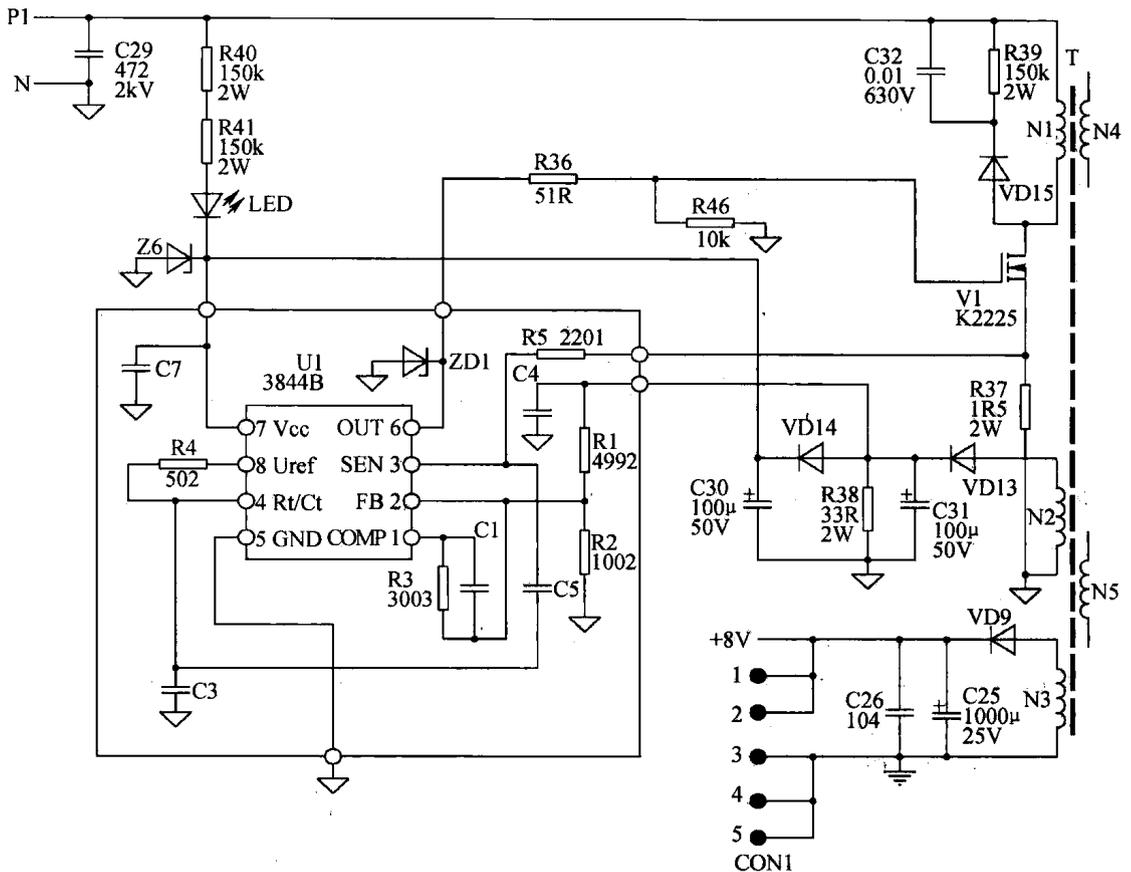

图 1-3 变频器的开关电源电路例图
#### (1) 变频器的开关电源电路例图（见图 1-3）
一种为图 1-3 所示的类型，将 3844B 振荡芯片与外围元件做成一个单元电路，一般全是贴片元件做的，体积很小的一块电路板。此类电路，或画出内部电路，如图 1-3 所示；或省略内电路，只画出一个引脚框图。这部分电路一般是用细线框住。细线框内的电路起名为振荡板。厂家是把整个小电路板视为一个器件（如一块 IC 电路一样）。在变频器出现开关电源故障返回厂家维修时，也总是将整个小电路板换掉，并不去检修小电路板上的电路。
片，而是由分立元器件做成单管（或双管）自激振荡电路。对电路中大部分元器件的命名和表述也大致与图 1-3 相同，在此就不画出例图了。